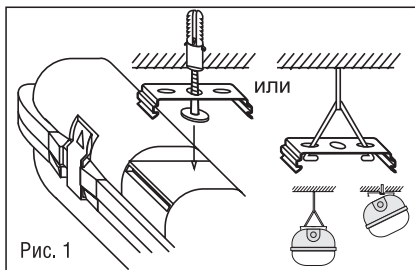

Рис. 1
- Для установки светильника накладным способом монтажа : наметить и просверлить отверстия для установочных кронштейнов на поверхности стены или потолка по месту установки (Рис. 1). Расстояние между центрами отверстий указано в таблице и может варьироваться в пределах  $\pm 5$  мм, на Ваше усмотрение. Установить на поверхность стены или потолка установочные скобы и защелкнуть в них корпус светильника.